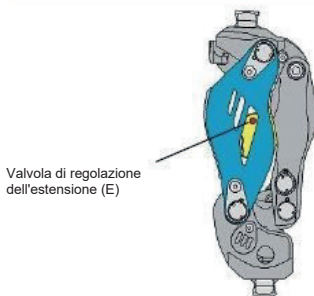
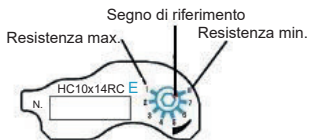

Fig. 13 Posizione della valvola di regolazione dell'estensione
Fig. 14 Scala graduata della valvola di regolazione dell'estensione
In caso di impatto terminale alla fine della fase di oscillazione, regolare la resistenza all'estensione. Come mostrato nella Fig. 13, la valvola di regolazione dell'estensione (E) si trova a sinistra, se vista dall'utente. Come mostrato nella Fig. 14, la scala è graduata da "1" a "8", dove "1" corrisponde alla resistenza idraulica più alta e "8" corrisponde a quella più bassa.